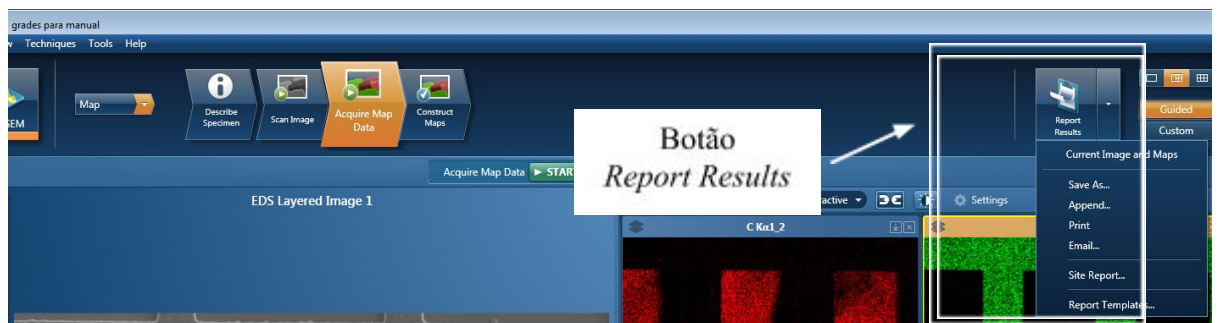

Figura 22. Botão *Report Results*.
- ✓ Clique no botão “*Report Results*” (Figura 22)
- ✓ Escolha o formato no qual deseja salvar o arquivo (“*Save As....*”, Figura 22)